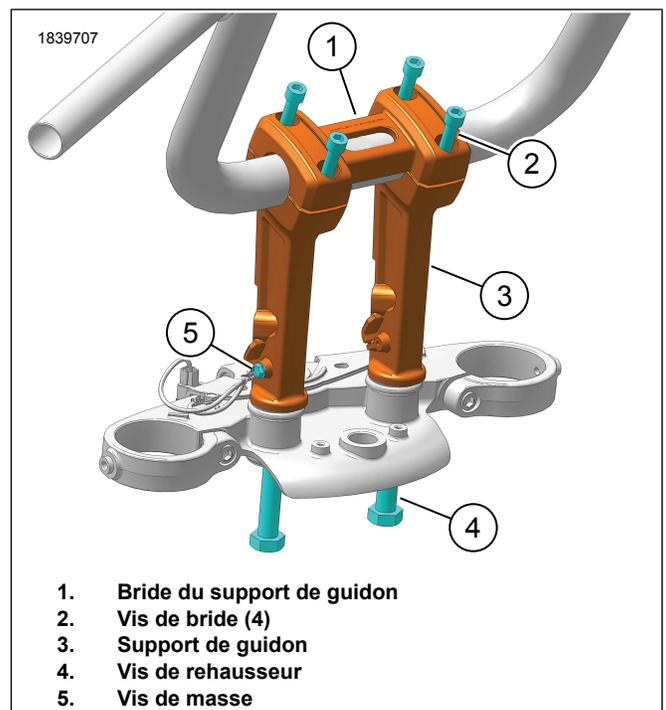
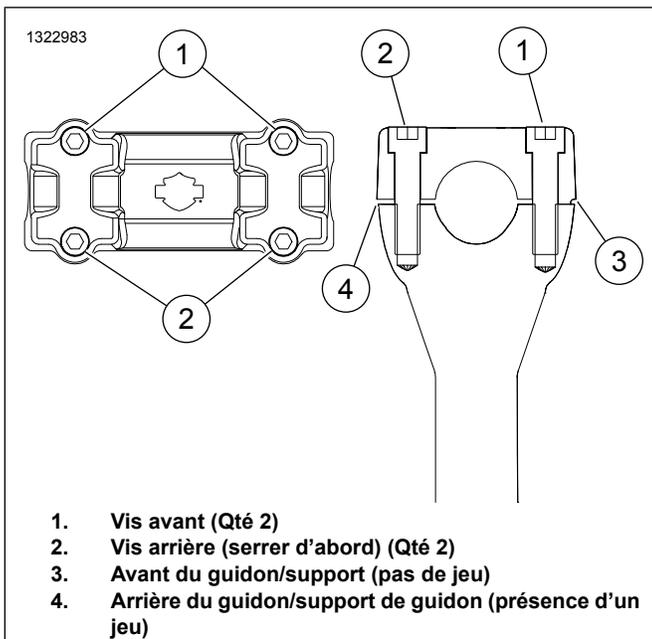

Figure 4. Installation du rehausseur
Figure 6. Montage du guidon (typique)
1. Voir la figure 4. Installer les rehausseurs sur le support de tige de fourche supérieure.
- a. Positionner le rehausseur (3) sur la tige de fourche supérieure.
- b. Installer les vis des rehausseurs (4). Ne pas serrer les vis pour l'instant.
- a. Installer sans serrer la bride du rehausseur (1) avec le texte faisant face au pilote.
- b. Installer les vis de la bride (2).
4. Voir la figure 6. Serrer les vis de la bride dans l'ordre.
- c. Serrer les vis arrière (2).
5. Voir la figure 4. Appliquer du frein-filet aux vis du rehausseur (4).